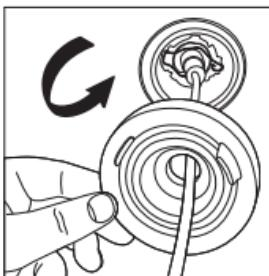

Figura-5
- 5.6 Posizionare la guarnizione sul bruciatore LED4 e assicurarsi che sia nella posizione corretta, come mostrato nella Figura 5.